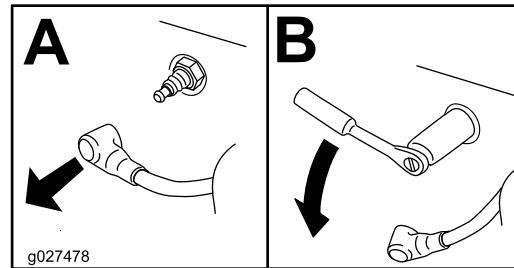

Figure 46
- Enlevez la bougie (Figure 46).